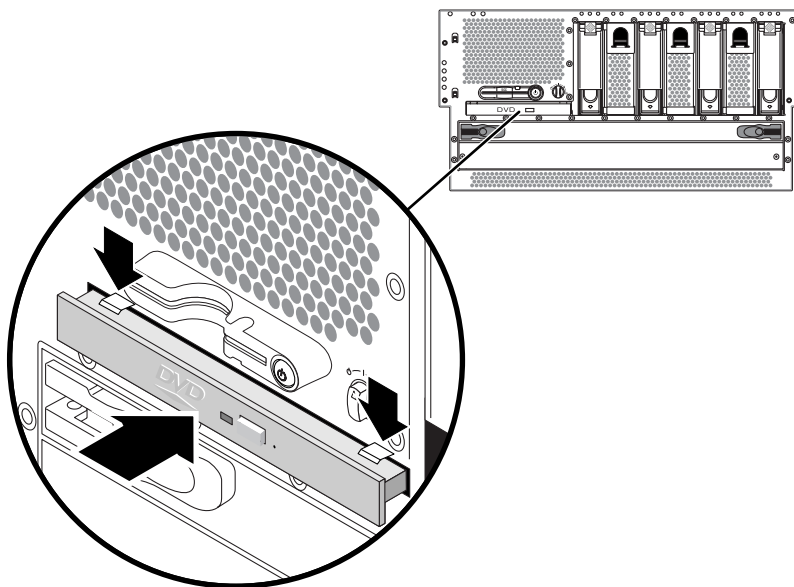

BILD A-2 Installera DVD-enheten.
5. Tryck in DVD-enheten i systemet tills de två låstungorna hakar i (BILD A-2).